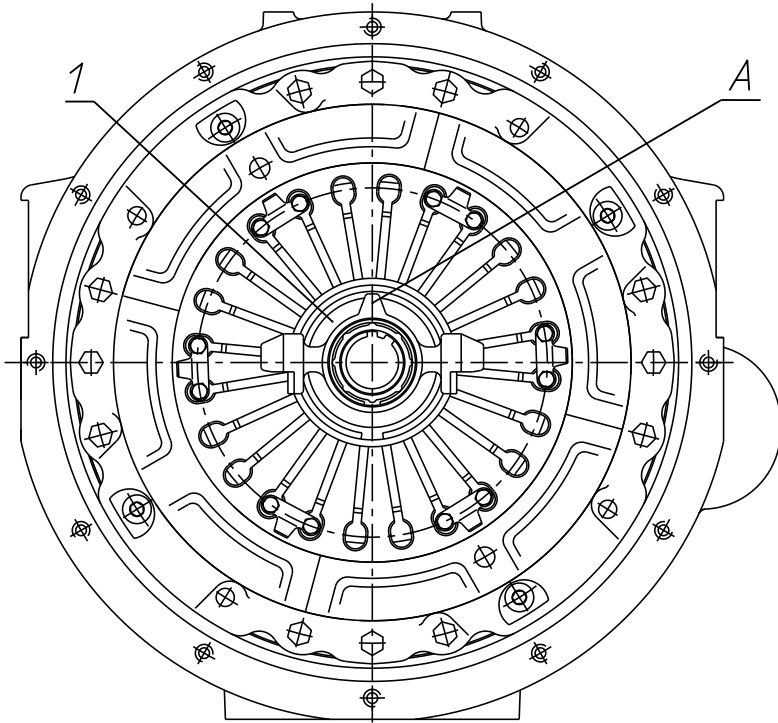

Рис. 118. Положение муфты выключения сцепления
5. С помощью специальной оправки, установленной на центрирующую оправку ведомого диска, сцентрировать муфту выключения сцепления 1 и развернуть её, как показано на рис. 118 (положение выступа А). Допускается угловое отклонение установки выступа А не более 10°.